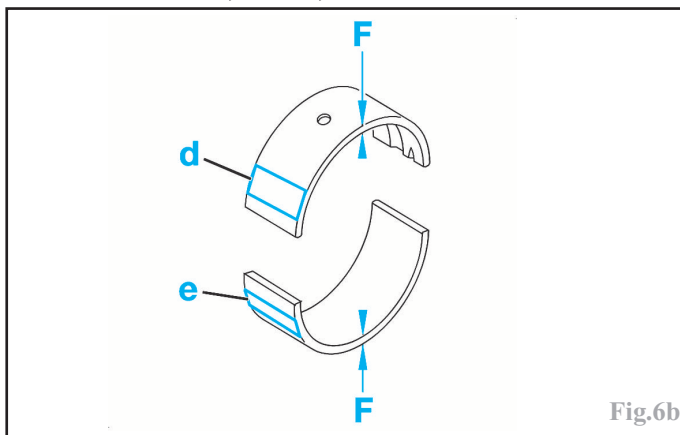

Fig.6b
-les demi-coussinets supérieurs rainurés sont repérés en " **d** " par un numéro produit (**371606**) (Fig.6b).